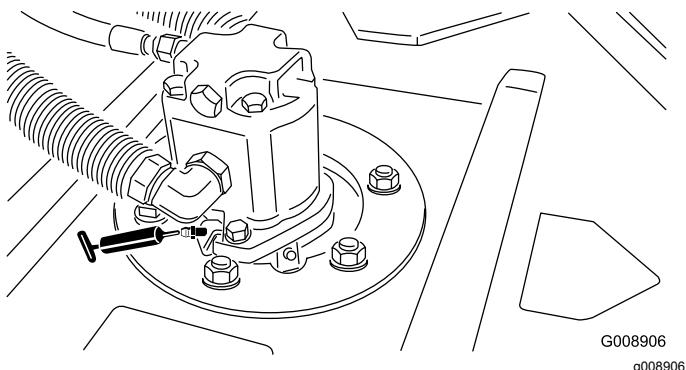

Рисунок 35
- Подшипники шпинделя режущего блока (по 2 шт. на режущий блок) — Рисунок 35